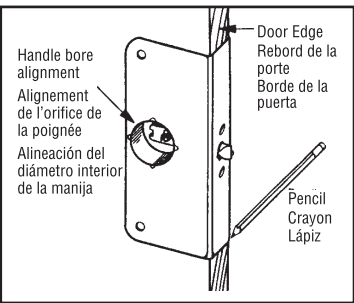

Fig. 4A
**Step 4A:** After sliding the guardplate onto the door, install the outside handle assembly through the bore, be sure the latch spindle properly engages the torque drive of the latchbolt. Close the door to test the jamb clearance. If door closes properly, finish assembly of inside handle and go to **Step 5**. If the guardplate hits the jamb, check the hinges for loose screws or worn hinge pins. If these are all right, you must remove 1/32 in. of the door edge under the guardplate, use a pencil to mark the area (**Fig. 4A**)
**Étape 4A:** Une fois que vous avez glissé la plaque de protection sur la porte, installez l'ensemble de poignée extérieure à travers l'orifice. Assurez-vous que l'axe de la poignée se glisse correctement dans l'ouverture du pêne demi-tour. Fermez la porte afin de vérifier le dégagement du montant. Si la porte se ferme correctement, terminez l'assemblage de la poignée intérieure et passez à l'étape 5. Si la plaque de protection se heurte au montant, vérifiez si les vis des charnières sont desserrées ou si leurs goupilles sont usées. Si ce n'est pas le cas, vous devrez entamer le rebord de la porte de 0,8 mm sous la plaque de protection. Dessinez le tracé à l'aide d'un crayon (**Fig. 4A**).
**Paso 4A:** Después de deslizar la placa de protección en la puerta, instale el ensamble de la manija exterior a través del diámetro del pestillo; asegúrese de que el eje del pestillo siga la dirección de torsión del perno del pestillo. Cierre la puerta para asegurarse de que no exista interferencia con la jamba. Si la puerta se cierra correctamente, instale el ensamble de la manija interior y siga con el paso 5. Si la placa de protección golpea la jamba, revise si las bisagras tienen tornillos sueltos o pasadores desgastados. Si estos están bien, deberá rebajar 0,08 cm (1/32") del borde de la puerta debajo de la placa de protección. Use un lápiz para marcar el área (**Fig. 4A**).